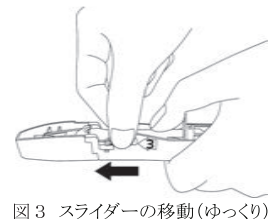
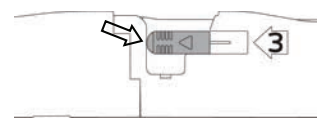

図 3 スライダの移動(ゆっくり)
図 4 スライダ位置の確認
④ 挿入器のボディを親指で固定し、スライダをゆっくり(約 3 秒をかけて)、上下方向に力が加わらないように注意しながら、矢印の方向(刻印 3)に止まるまで移動させ、レンズを押し進める(図 3)。スライダが完全に(図 4 矢印の位置まで)突き当たっている事を確認する。移動したスライダは戻さないこと。押し進めた後の状態で 3 分以上放置しないこと。